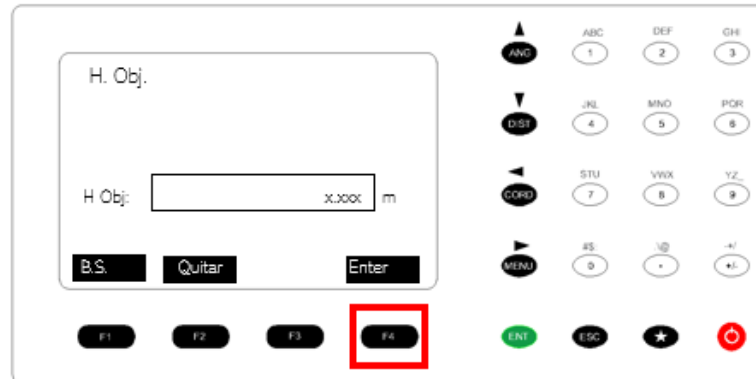

Figura 134. Altura del prisma.
38. Introducir la altura del prisma y presionar F4 Enter. Figura 134.